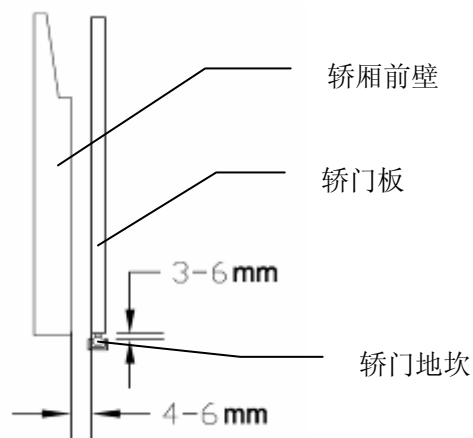

图 2-14 轿门装配侧视图
2. 轿门门扇下端与地坎面的间隙为 3-6mm，轿门扇与小旁（轿厢前壁）间隙为 4-6mm(两边间隙相差不大于 1mm);见图 2-14 轿门装配侧视图。